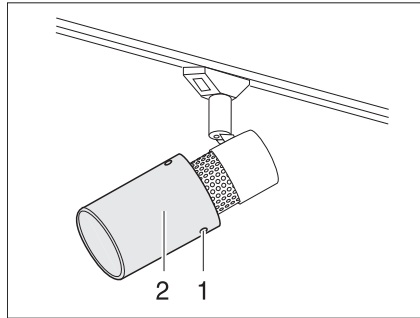

Fig. 256 Foco halógeno (desplazable)
- Soltar los tornillos de fijación (Fig. 256,1).
- Retirar la copa de la lámpara (Fig. 256,2) cuidadosamente de la sujeción.